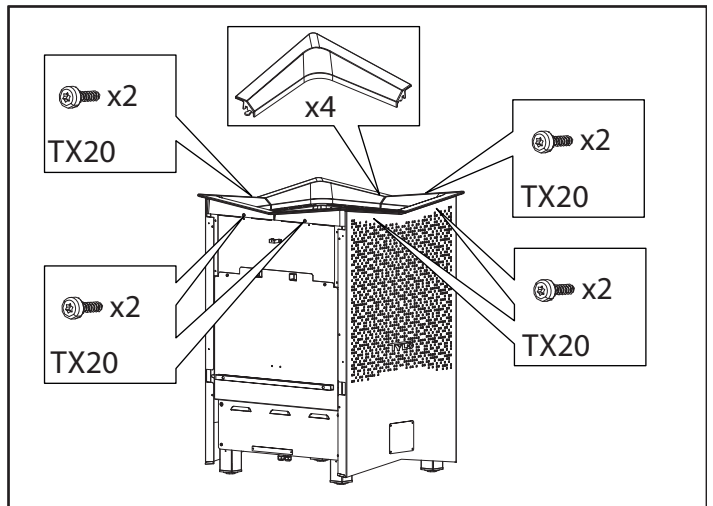

Abbildung 8: Befestigen Sie die 4 oberen Ecken.
2. Schrauben Sie die 4 oberen Ecken an, siehe Abbildung 8.